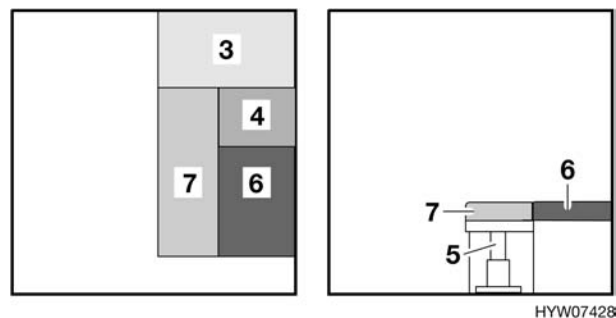

Fig. 106 Dopo la trasformazione
- Riposizionare il cuscino del divano (Fig. 106,6) al suo posto.